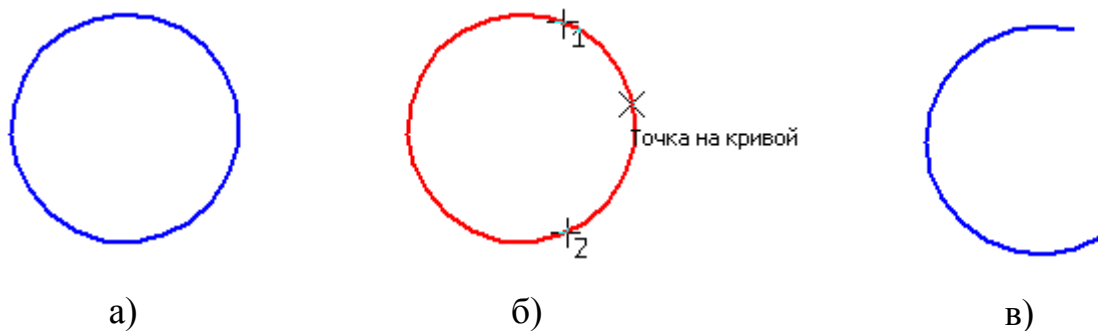

Рис. 67
Наприклад, потрібно видалити частину кола (рис. 67, а).
2. Вказати початкову та кінцеву точки ділянки, яку потрібно видалити (рис.67, б).
4. Частина кола буде видалена (рис. 67, в).